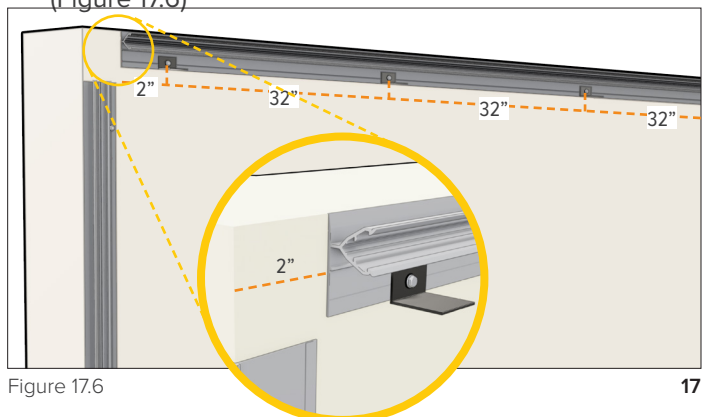

Figure 17.6
11. Au sommet de la paroi, posez une plaque arrière du J en deux pièces à l'horizontale en laissant 2" de jeu aux extrémités et en la fixant à l'aide de fixations à travers les renforts de panneau dans la ligne de fixation du profilé de départ en J à 32" de distance et à 2" maximum des extrémités. Les renforts maintiendront le bord supérieur du dernier planneau au niveau de la surface principale plus tard dans le processus. (Figure 17.6)